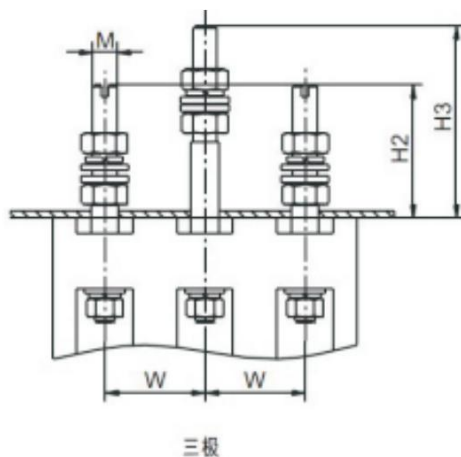
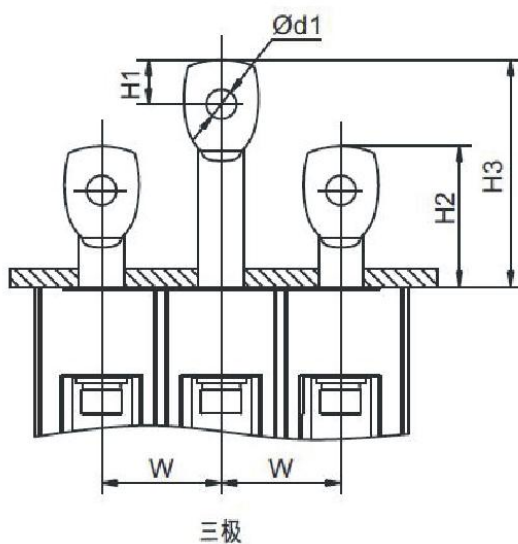
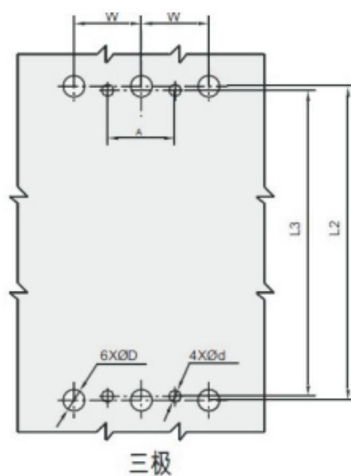
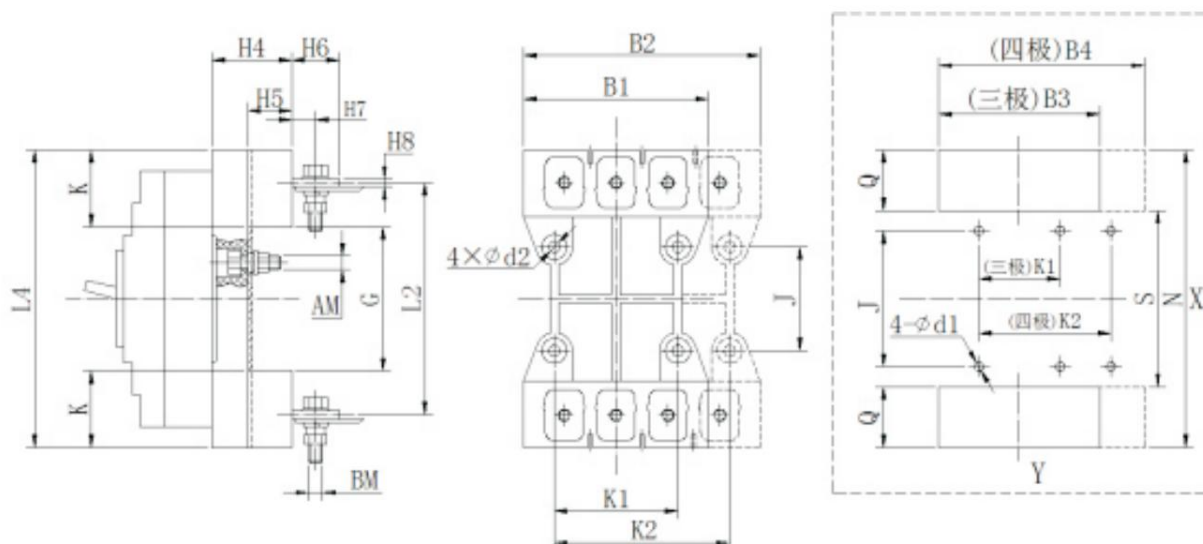

图 22 HYM3、HYM3K-63、125、160 板后接线外形及安装尺寸
图 23 HYM3、HYM3K-250、400、630、800 板后接线及安装尺寸
图 24 板后接线开孔图
图 25 插入式外形及安装尺寸
6.2 断路器板后接线、插入式外形及安装尺寸见图 22、图 23、图 24、图 25 及表 12。